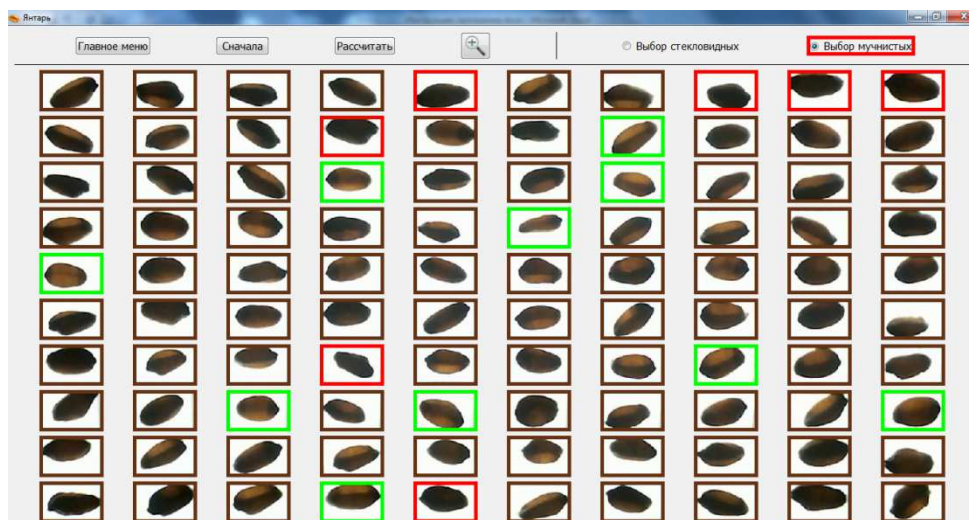

Рис.6. Выбор мучнистых зерен.
-нажать кнопку «Выбор мучнистых», расположенную в правой верхней части открытого окна (Рис.6);
- выбрать все мучнистые зёрна, щёлкнув по каждому один раз. Каждое зерно после щелчка выделяется красной рамкой (Рис.6). Если необходимо отменить выбор, то следует повторно щелкнуть по изображению выбранного зерна.